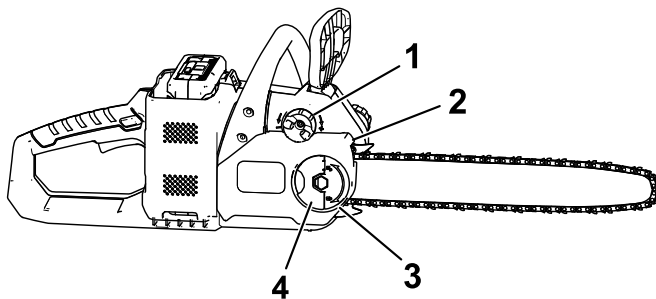

Figure 30
5. Vissez l'écrou à oreilles jusqu'à ce qu'il soit bien serré, puis repliez la languette (Figure 30).
2. Dépliez la languette de l'écrou à oreilles qui fixe le couvercle (Figure 30), et retirez l'écrou.
3. Détendez la chaîne en tournant la vis de tension dans le sens antihoraire (Figure 30).